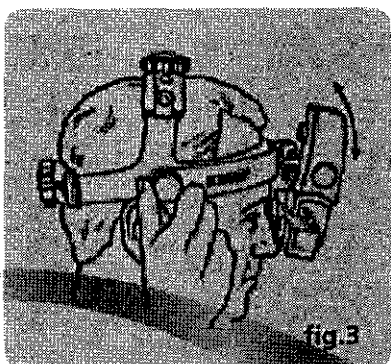

fig.3
Para obtener una alineación vertical de los oculares y el bloque binocular (O), regule la altura de la banda frontal metálica exterior (C), si fuese necesario, por medio de los botones de regulación de la tensión de la banda frontal (D) situados en los laterales del casco (fig. 3).